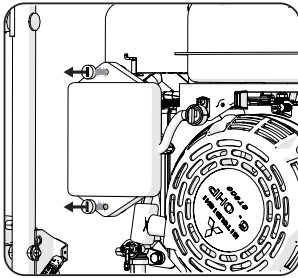

Fig. 21
- Desenrosque la tuerca de mariposa de la carcasa del filtro de aire y retírela, junto con la arandela de placa grande y la junta de estanqueidad de goma. **(Fig. 21)**